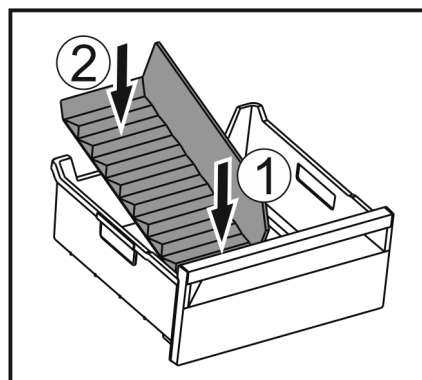

Fig. 148
- ▶ Pange jääkambrieraldaja eesmine osa sisse. Fig. 148 (1)
- ▶ Langetage jääkambrieraldaja tagumine osa sahtlipõrandani. Fig. 148 (2)